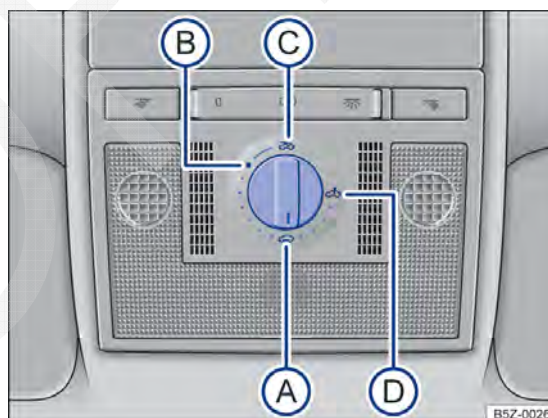

Fig. 34 No revestimento do teto: interruptor rotativo do teto solar.
Girar o interruptor rotativo → Fig. 34 para a posição desejada para regular as seguintes posições do teto solar:
- Girar o interruptor rotativo para a posição → Fig. 34 (A) e puxar para baixo na área posterior, até que o teto solar esteja completamente fechado.